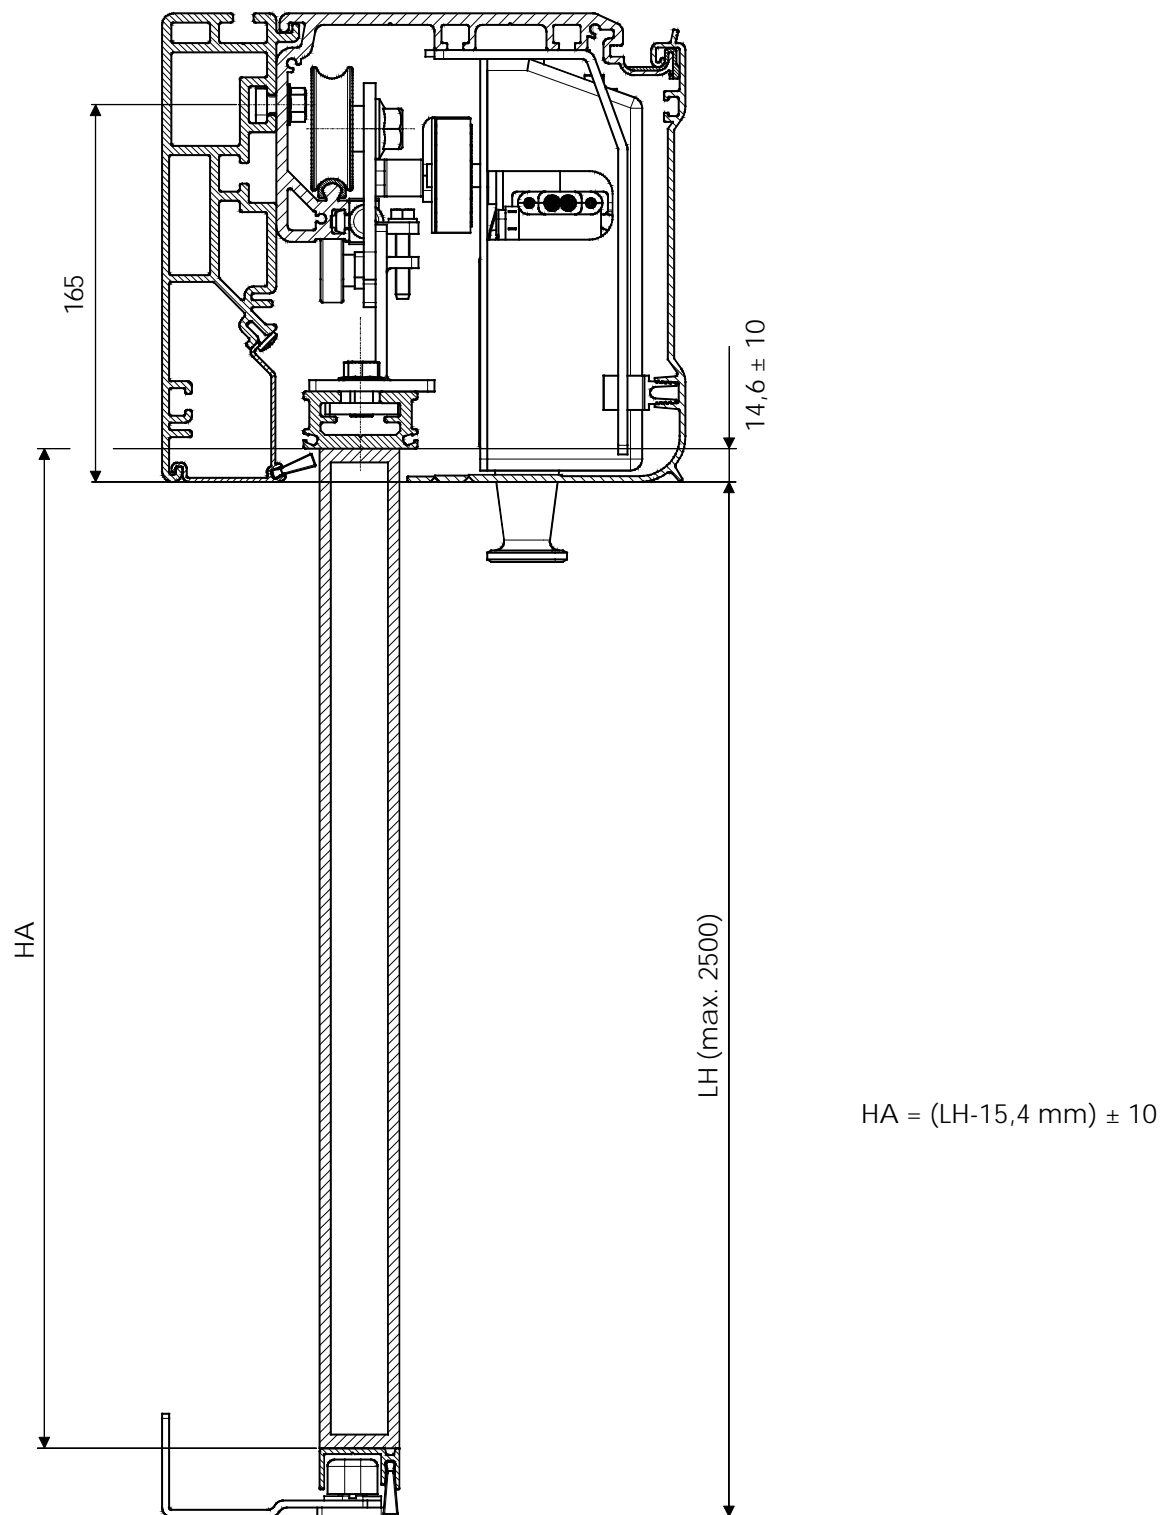

Fig. 10
- Déterminer l'emplacement exact du profilé autoporteur en tenant compte des encombrements des figures 10 et 11. La poutre doit être fixée parallèle au sol.